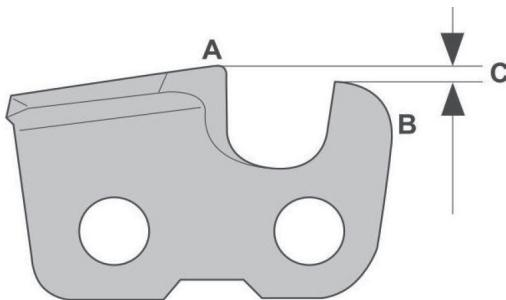

Рис. 32
При начале эксплуатации новой пильной цепи, 6-8 заточек могут быть только режущих зубьев, круглым напильником. Затем верхняя точка режущего зуба (A) (рис. 32) снижается, производительность пиления падает и для исправления ситуации необходимо снизить высоту ограничителя глубины резания (B) для восстановления рекомендованного значения глубины резания (C).